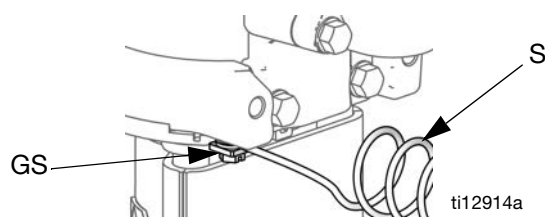

FIG. 2. Jordingsskrue og ledning
1. Pumpe: Se FIG. 2. Sjekk at jordingsskruen (GS) er festet og forsvarlig strammet på luftmotoren. Koble den andre enden av jordledningen (S) til en god jordforbindelse.